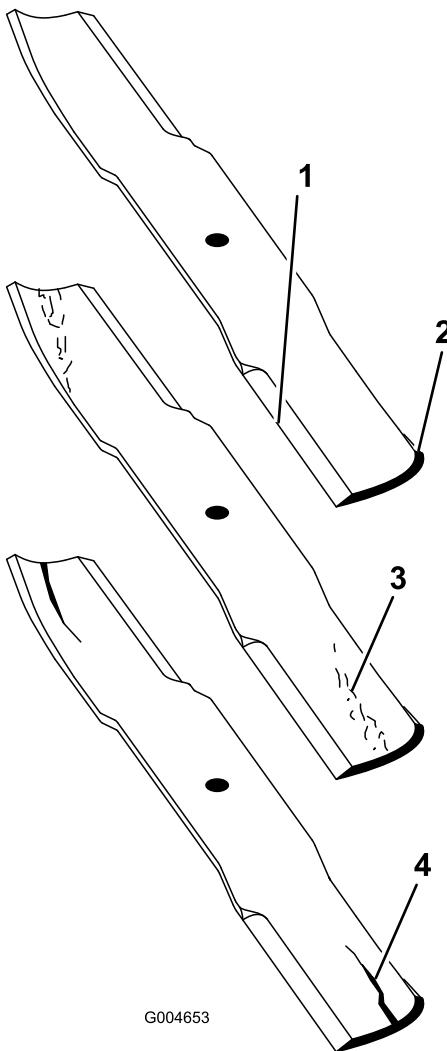

Figure 73
- Examinez le tranchant des lames (Figure 73). Si les lames sont émoussées ou présentent des indentations, déposez-les et affûtez-les. Voir Affûtage des lames (page 38).
- Inspectez les lames, en particulier l'ailette (Figure 73). Remplacez immédiatement toute lame endommagée, usée ou qui présente une entaille (Figure 73).